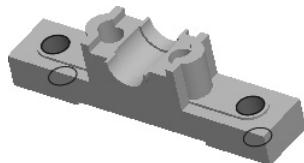
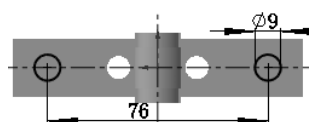

图 5.39.20 切除-拉伸 5
图 5.39.21 横断面草图(十)
Step11. 创建如图 5.39.20 所示的特征切除-拉伸 5。横断面草图如图 5.39.21 所示。